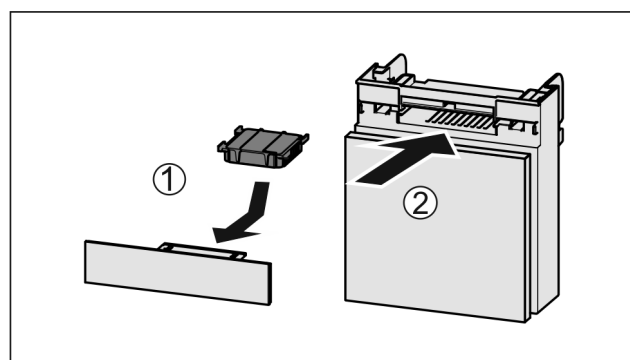

Fig. 201
- Sätt in Fig. 201 (1) aktivtkolfiltret enligt bilden.
- Skjut in Fig. 201 (2) lådan.